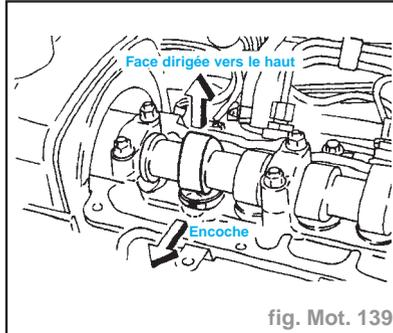

fig. Mot. 139
- Tourner le vilebrequin. Positionner en haut le lobe de came de la soupape qui doit être réglée (fig. Mot. 139).